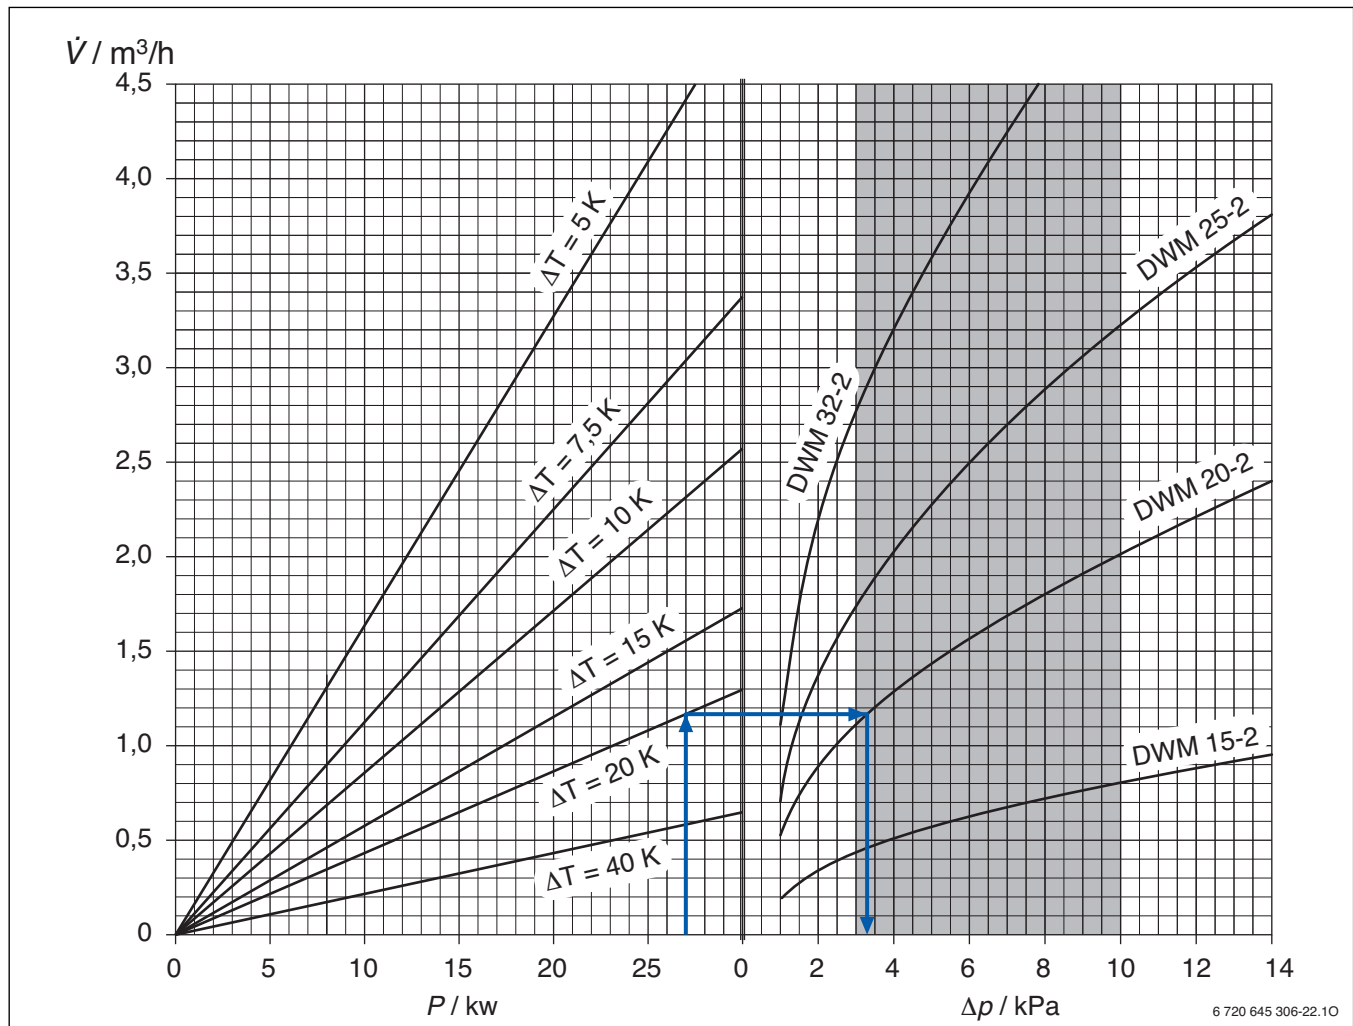

Bild 36 Auslegungsdiagramm für 3-Wege-Mischer
Um eine gute Reglercharakteristik zu erreichen, muss der Druckverlust im Mischer gleich dem Druckverlust des sog. „Mengenvariablen“ Teils des Rohrnetzes sein, also ebenfalls ca. 3,0 ... 10,0 kPa. Dieser Zusammenhang liegt dem Auslegungsdiagramm (Bild 36) zugrunde.
- In der linken Hälfte von Bild 36 den Schnittpunkt von der Leistungslinie und der Temperaturdifferenzlinie suchen.
- In der linken Hälfte von Bild 36 den Schnittpunkt von der Leistungslinie und der Temperaturdifferenzlinie suchen. Dieser liegt bei einem Durchfluss von ca. $1,16 \text{ m}^3/\text{h}$.